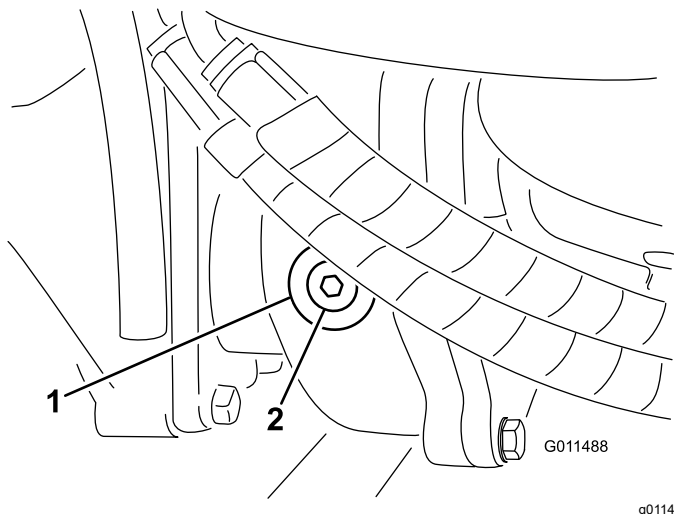

Figura 73
2. Retire el tapón de verificación/llenado del lado izquierdo de la caja de engranajes y asegúrese de que el lubricante llega al borde inferior del orificio (Figura 73).